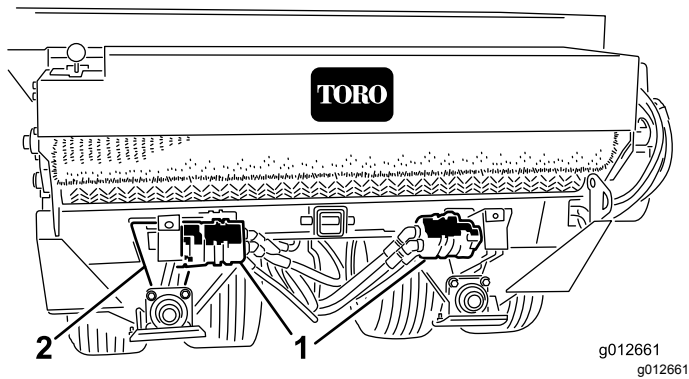

Figura 17
2. Afloje los pernos de cuello cuadrado y las tuercas que sujetan el motor hidráulico/bomba al soporte del eje (Figura 17).
3. Gire el conjunto del piñón del motor (Figura 17) hasta que la cadena de transmisión de las ruedas se desvíe 3,2 mm.